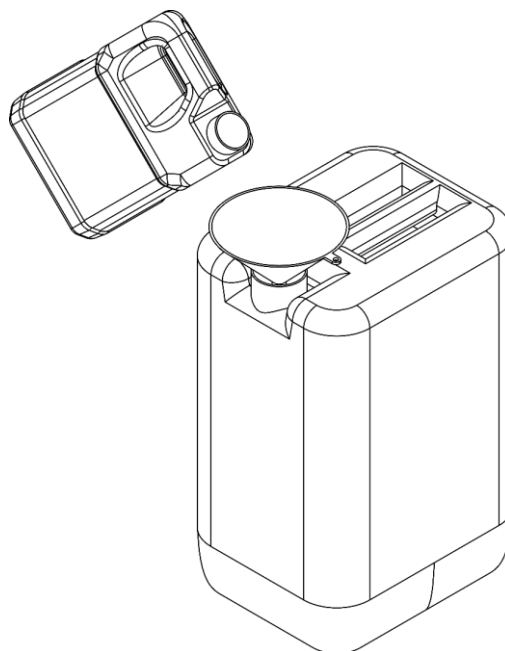

Fig. 17
- 05) Utilice un embudo para verter el líquido de nieve del depósito al bidón de líquido de nieve original, como se muestra en la Fig. 17.